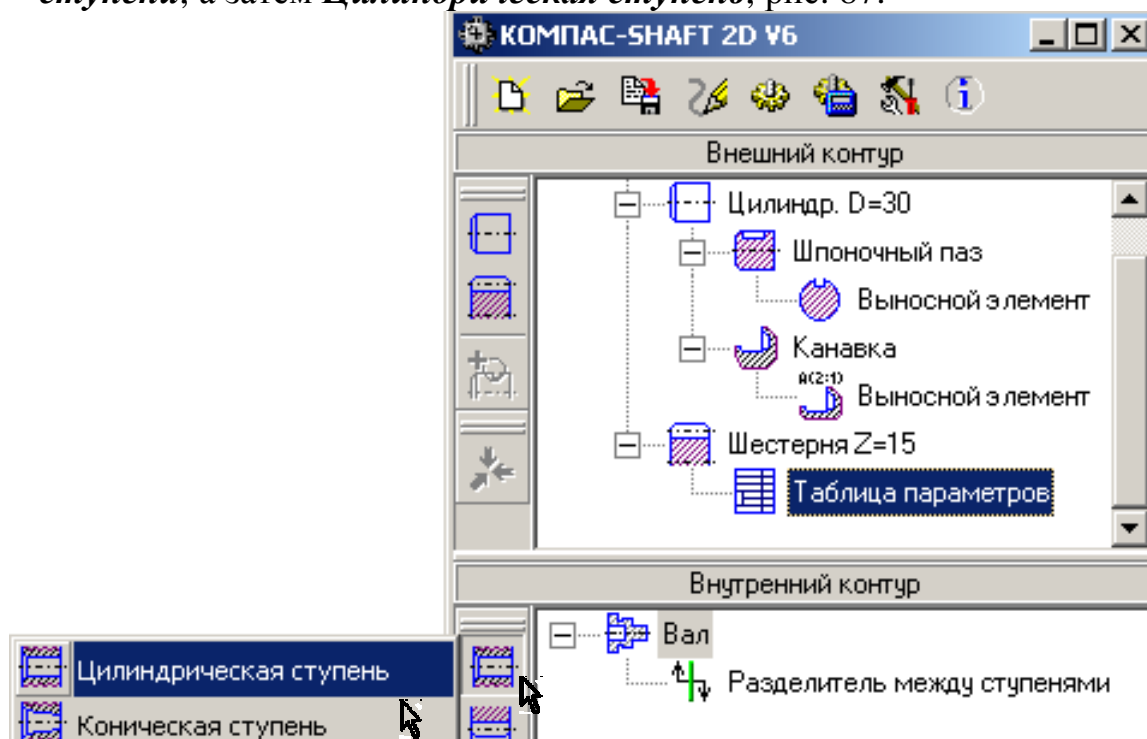

Рис. 87
3. Для выполнения внутреннего контура нажмите кнопки *Простые ступени*, а затем *Цилиндрическая ступень*, рис. 87.